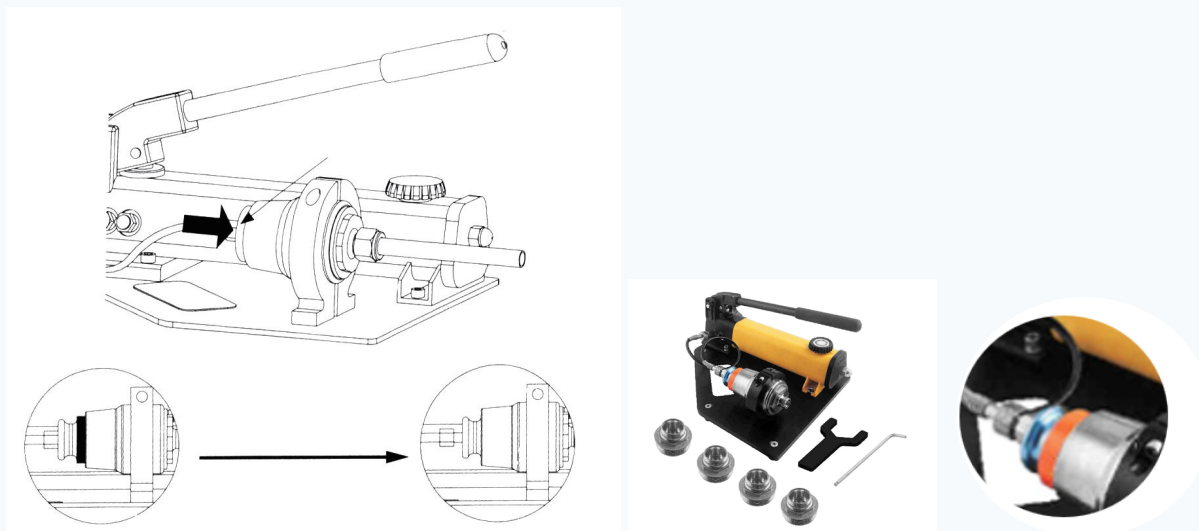

Рис. 4. Индикатор
- 5 Нажмите на кнопку-индикатор вперед до щелчка. Индикатор должен быть заподлицо с обжимной головкой (см. Рис. 4).